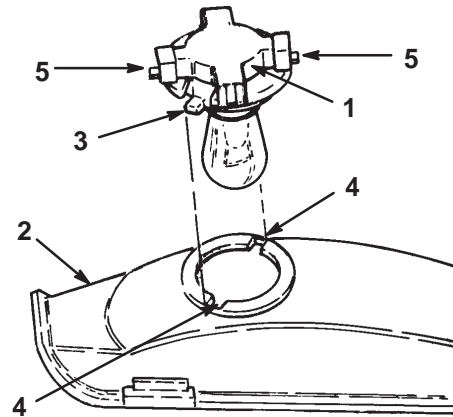

Figure 34
3. Dévisser l'embase d'un quart de tour vers la gauche et la retirer du réflecteur (Fig. 34).
2. L'embase de l'ampoule présente deux languettes (Fig. 34). Aligner ces languettes face aux rainures du réflecteur, insérer l'embase dans le réflecteur et la visser à fond d'un quart de tour vers la droite.